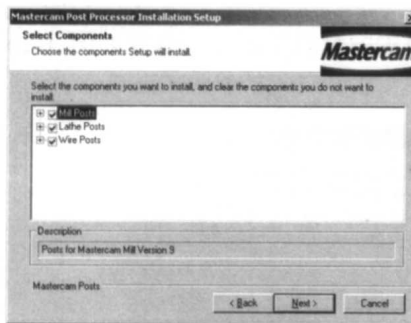

图 1-21
(13) 显示 Select Components (选择元素)对话框,Mastercam 9 自动勾选对话框中的三个面,如图 1-21 所示,单击“Next”(下一步)按钮。